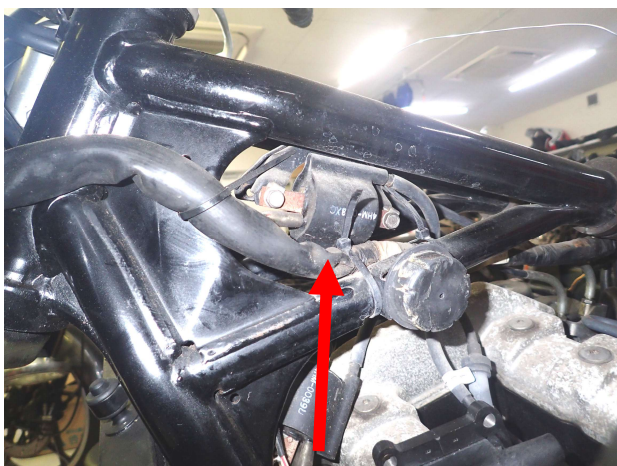

図1、ノーマルコイルの取り外し(4HM1～4HMD)
- ①シート、右サイドカバー、ガソリタンクを外しノーマルイグニッションコイル、イグナイタユニットを取外して下さい(図1、2、3)。